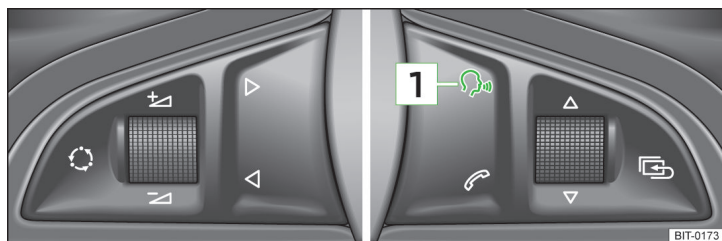

Abb. 85 Multifunktionslenkrad: Sprachbedienung
Durch kurzes Drücken der Taste **1** » Abb. 85 am Multifunktionslenkrad.
Wenn das System gerade eine Meldung abspielt, dann ist es notwendig, die gerade abgespielte Meldung durch kurzes Drücken der Taste **1** » Abb. 85 am Multifunktionslenkrad zu beenden.
- durch kurzes Drücken der Taste **1** » Abb. 85 am Multifunktionslenkrad.